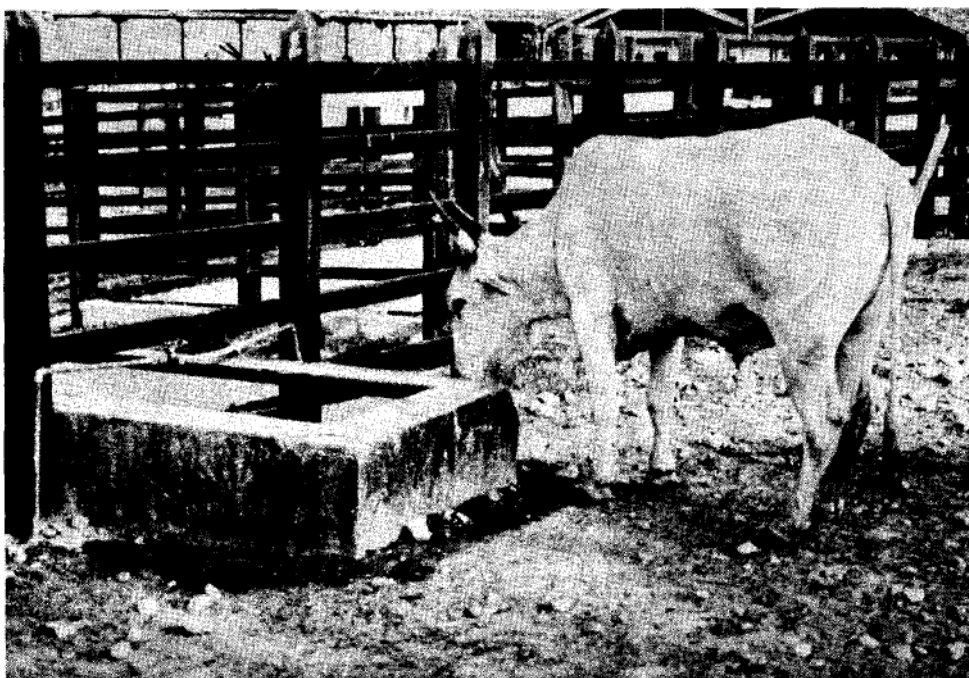

FIGURA 17. Animal antes del sacrificio. No debe comer, pero puede beber agua.
1. Deje el animal en ayuno desde **24** horas antes de sacrificarlo. No le de ningún alimento pero permítale tomar agua a voluntad. (Figura 17).